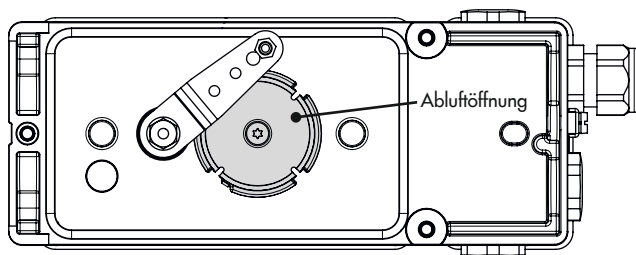

Bild 5-2: Abluftöffnung (Stellungsreglerrückseite)
- Abluftöffnung (vgl. Bild 5-2) bauseits nicht verschließen oder drosseln.